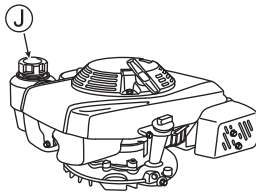

Abb. 9
- 1 Öffnen Sie den Kraftstofftankdeckel (J) und füllen Sie Benzin ein. Wischen Sie etwaig verschüttetes Benzin umgehend mit einem Lappen auf. (Siehe Abb. 9)
- 2 Schließen Sie den Kraftstofftankdeckel (J) nach dem Betanken ordentlich.